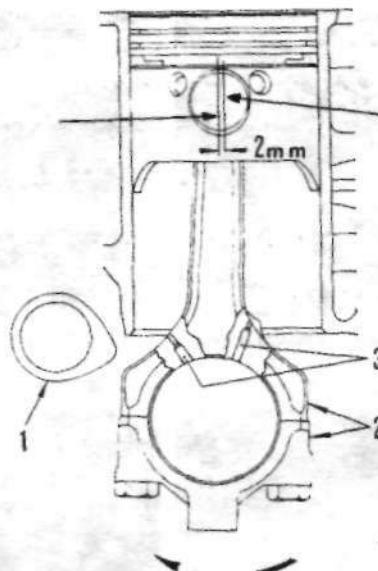

Рис.1.18. Правильное относительное положение поршня и шатуна (раздел 43):
5. Второй метод установки поршневого пальца состоит в том, чтобы нагреть поршень в масляной ванне и положить его на бок на деревянные бруски. Установить шатун в поршень, проверив, чтобы номер на шатуне смотрел в сторону, противоположную той, в которую смещен центр отверстия под пальцем (более подробно см. на рис.1.18).
Примечание: ось поршневого пальца смещена на 2 мм в сторону распределителя. При установке поршня на верхнюю головку шатуна проверить, чтобы номер на шатуне ("2" на рис.1.18) смотрел в сторону, противоположную той, в которую смещена ось поршневого пальца.